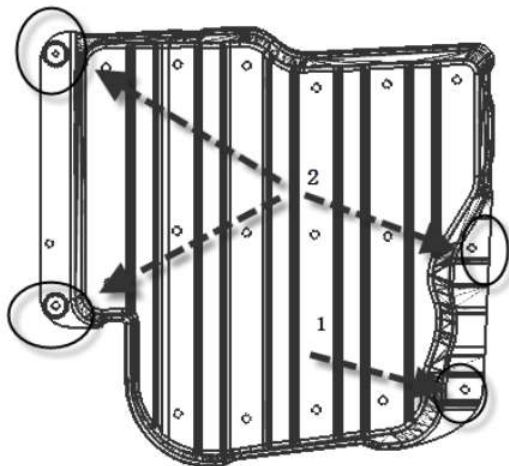

图 4-8-1 油管防护板的拆卸示意图
- (1) 用按图 4-8-1 中箭头所示，用一字起在 1 孔处依次拆卸 1 个子母扣；
- (2) 红色圈处用 10#套筒拆卸 3 个六角头自攻锁紧螺钉与平垫圈组合件。